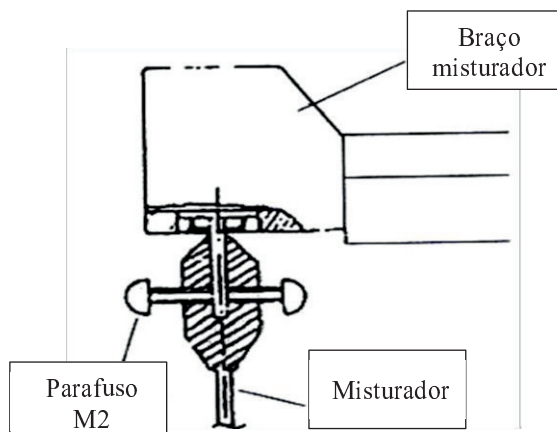

Figura 13-36 Instalando o misturador
7. Ao instalar o novo misturador, insira o misturador na raiz do eixo do motor e fixe-o com o parafuso M2, como mostrado na Figura 13-36.